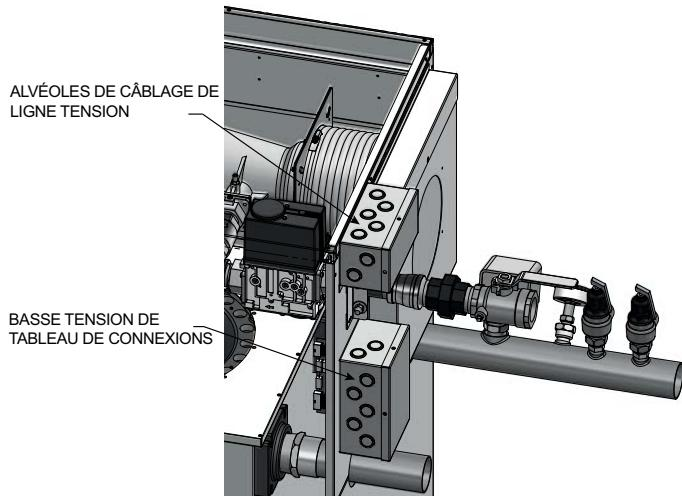

Figure 5-2_Passage des câbles
1. Acheminer tous les câbles de basse tension par les alvéoles du côté gauche du chauffage, comme illustré à la FIG. 5-2.